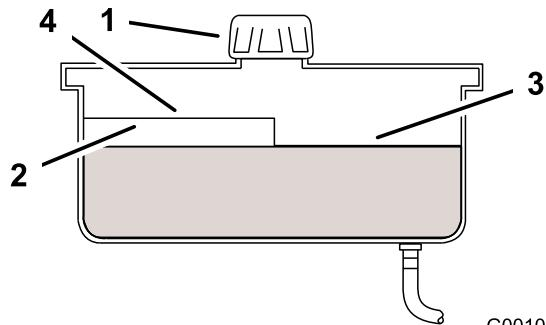

Figura 50
4. Pulite l'area attorno al tappo e al collo del bocchettone del serbatoio idraulico (Figura 50).
5. Togliete il tappo dal collo di riempimento. Guardate all'interno per verificare se il serbatoio contiene del fluido. (Figura 50).
- Nota:** Il livello del fluido deve raggiungere la parte superiore del segno di livello 'caldo' del deflettore (Figura 50).